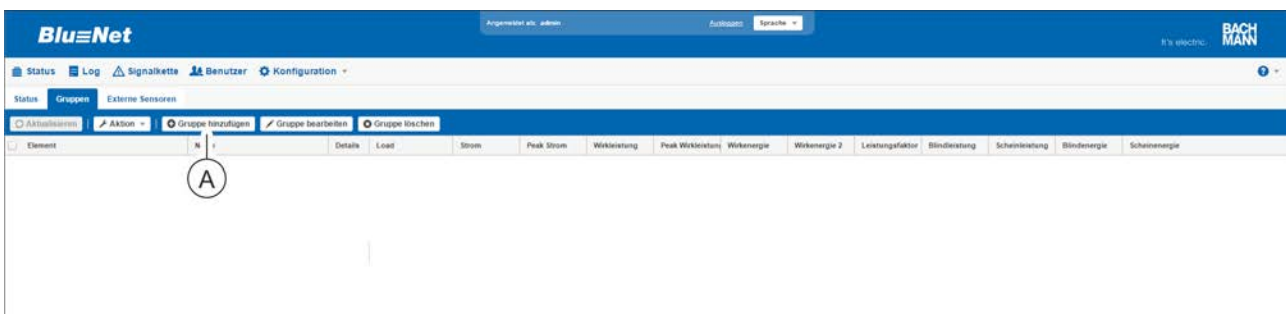

Abb. 200: Menü "Status" – Registerkarte "Gruppen"
3. ➤ Schaltfläche „Gruppe hinzufügen“ drücken, um eine neue Steckdosengruppe anzulegen (Abb. 200/A).